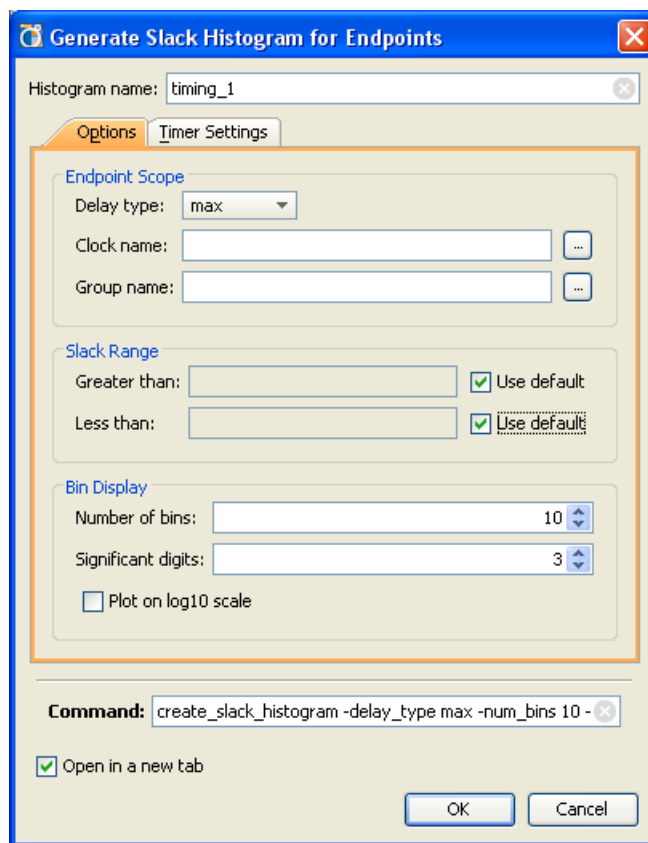

図 7-19 : [Generate Slack Histogram for Endpoints] ダイアログ ボックス : [Options] タブ
2. 262 ページの図 7-19 のように、[Generate Slack Histogram] ダイアログ ボックスが開きます。
スラック ヒストグラムを生成する際に使用されるオプションは、[Generate Slack Histogram] ダイアログ ボックスの [Options] タブで指定できます。図 7-19 に、[Options] タブを示します。